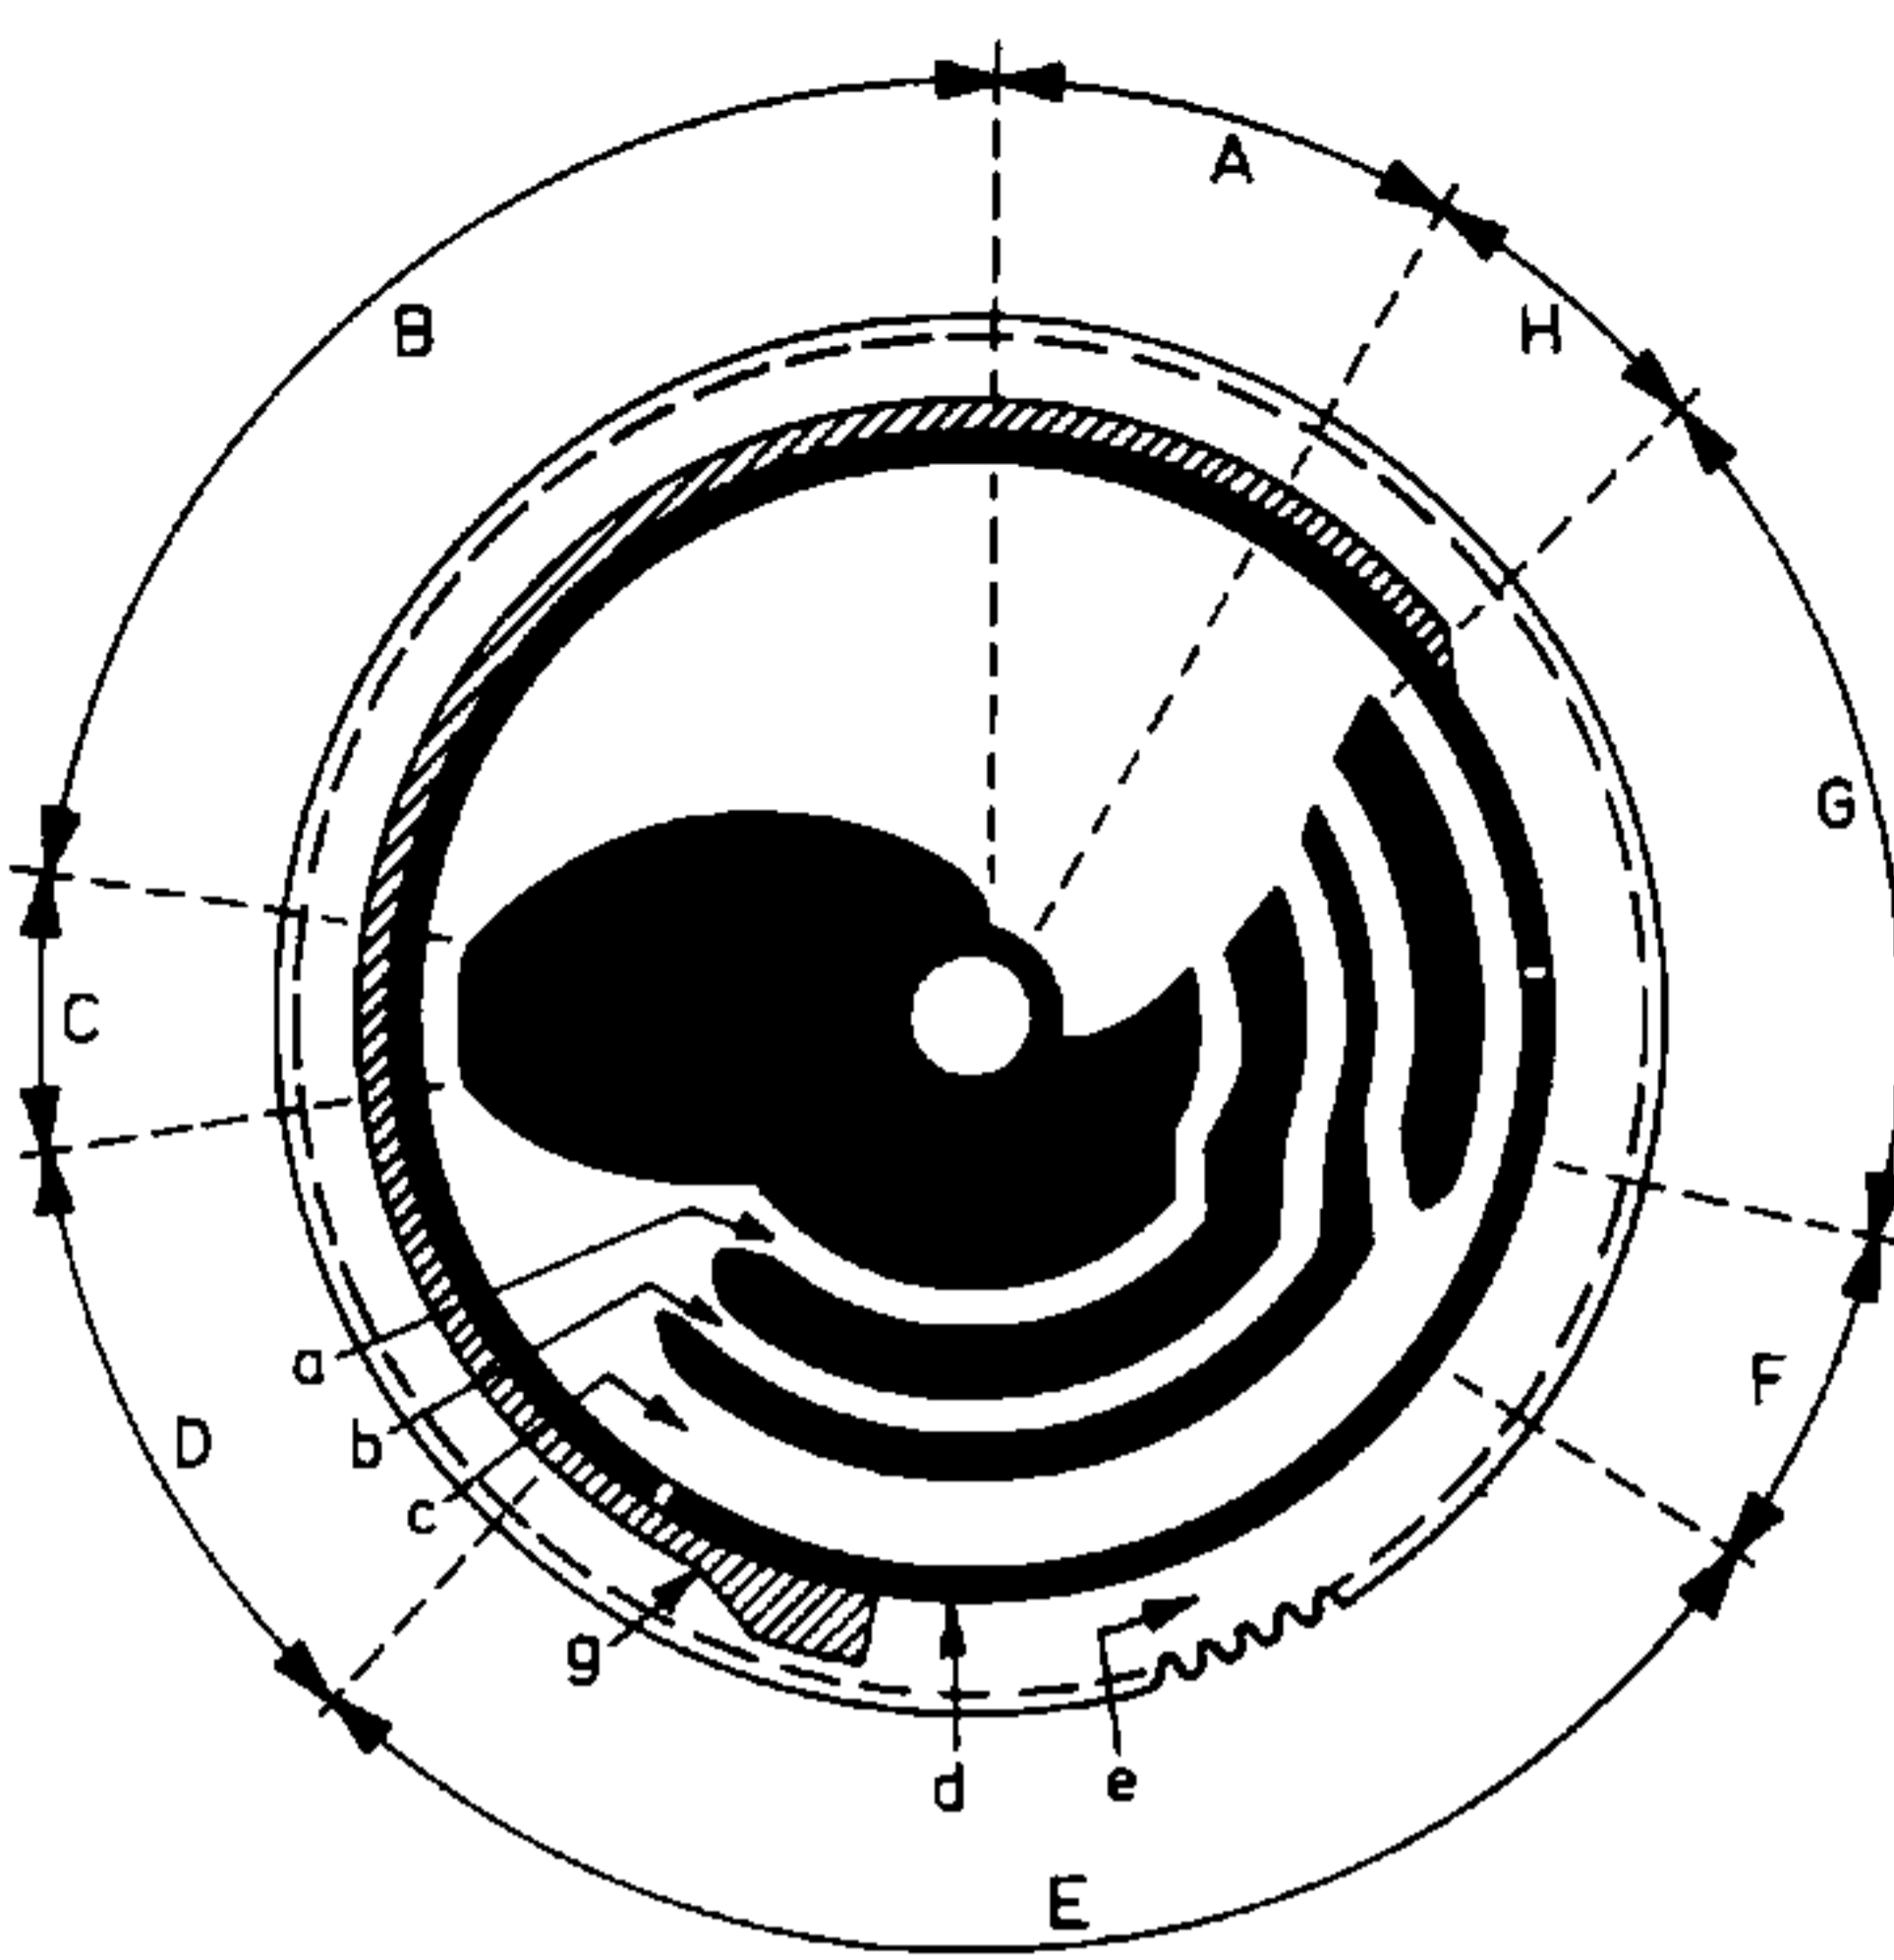

Fig. 1
De p.u. arm wordt nu gelicht d.m.v. de nok op de p.u. arm lift pos. 90 die tegen de onderzijde van de commandoschijf wordt getrokken door de veer pos. 91. De pen van sam. plaat pos. 88 loopt in de bovenzijde van de commandoschijf en geleidt de p.u. arm zover naar binnen tot de diametertaster op de p.u. arm tegen de rand van de gram. plaat stoot. Hierdoor wordt de opzetmaat voor de diverse gram. platen-diameters bepaald en loopt de pen van sam. plaat pos. 88 in één van de gleuven a, b of c (fig. 1) van de commandoschijf voor resp. 17,5 - 25 of 30 cm gram. platen.
Het kiezen van de juiste diameter gebeurt d.m.v. de beugel pos. 309 en de veer pos. 89 die de beugel pos. 309 koppelt met de sam. plaat pos. 88. Een lip op de beugel pos. 309 stoot n.l. bij het naar binnen draaien van de p.u. arm tegen een opstaande rug d (fig. 1) op de commandoschijf, waardoor de beugel pos. 309 naar binnen wordt gedrukt, met het gevolg dat de veer pos. 89 de sam. plaat pos. 88 en de hierop gemonteerde p.u. arm afhankelijk van de grootte van de gram. plaat meer of minder naar binnen zal trekken. Wordt de p.u. arm niet tegengehouden dan zal deze dus altijd op de kleinste diameter opzetten.
Aan het einde van de gleuven a, b of c komt de p.u. arm nog iets naar binnen voor correctie van de diameter aangezien de diametertaster en de naaldpunt niet op gelijke diameter liggen (zie fig. 1 pos. F)
op de commandoschijf naar beneden gedrukt. De p.u. arm zakt op de plaat; het apparaat staat in de speelstand (fig. 1 pos. H).
Het aandrijfwiel pos. 101 komt nu weer in aanraking met de motoras en drijft de commandoschijf aan waardoor de rol pos. 105 uit het arrêt komt. De p.u. arm wordt geheven door de opstaande rug op de commandoschijf waarna hij naar buiten wordt gedraaid (pos. B, fig. 1).
Na het wisselen van de laatste plaat valt de pen pos. 85 van de platendrukker op de kantelbeugel pos. 304 en drukt deze naar beneden. Hierdoor wordt de pen pos. 303 van de kantelbeugel pos. 304 in de baan e (fig. 1) van de bovenzijde van de commandoschijf gedrukt. Komt deze pen bij punt g (fig. 1), dan drukt de beugel pos. 304 de beugel pos. 74 terug. Deze beugel pos. 74 zet het tussenwiel vrij terwijl hij ook de netschakelaar uitschakelt. Tegelijkertijd is de commandoschijf in zijn arrêtstand teruggekeerd.
Fig. 1 laat zien hoe de nieuwe motor ingebouwd moet worden